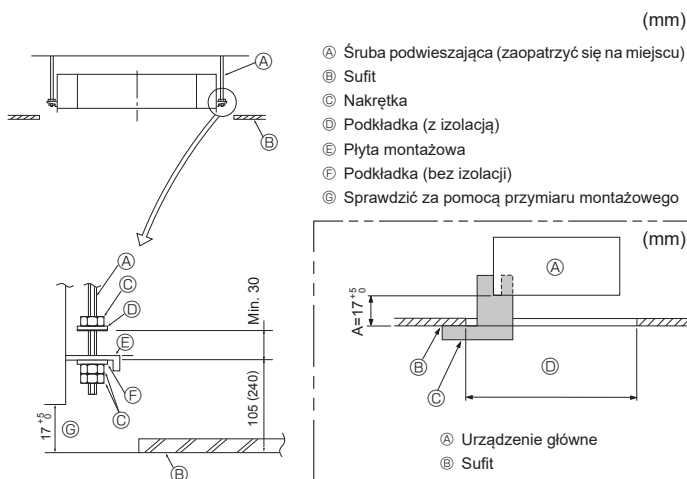

Fig. 3-6
3.6. Procedury podwieszania urządzenia (Fig. 3-6)